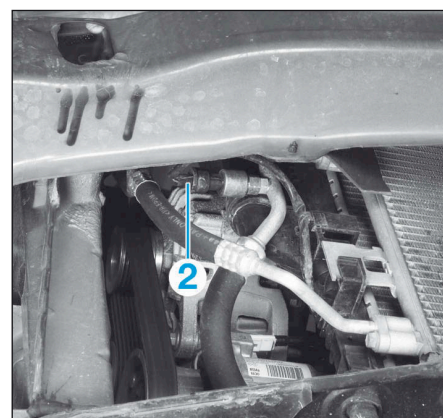

FIG.55
- Débrancher le connecteur (2) du capteur de pression de fluide réfrigérant (Fig.55).